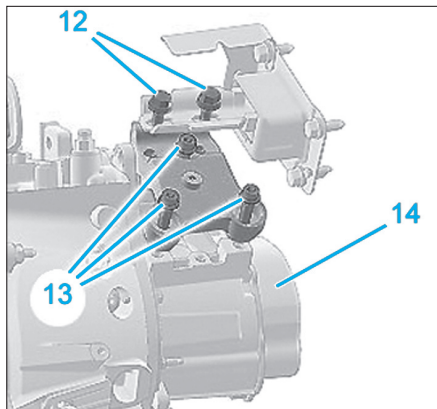

Fig. 7
- Déposer les vis de fixation du support (12) (Fig.7).
- les vis de fixation du support intermédiaire de boîte de vitesses (13),
- le support intermédiaire de boîte de vitesses (14),